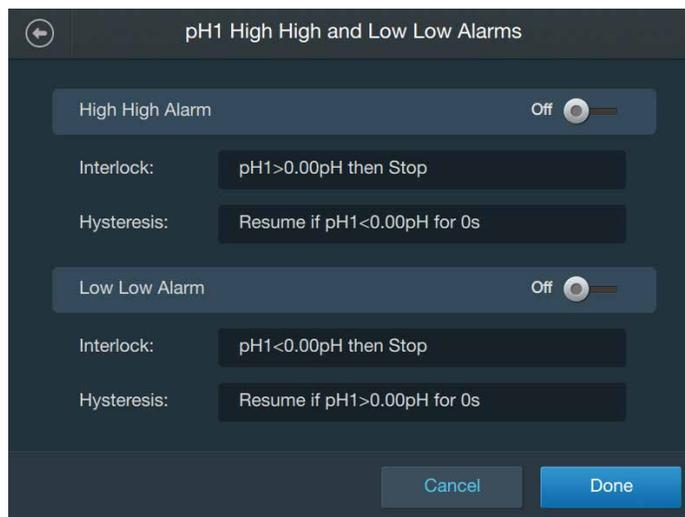

Abbildung 3.34. Bildschirm „High High and Low Low Alarms“ (Zweiter Maximal- und Minimalwertalarm).
11. Im daraufhin angezeigten Bildschirm (Abbildung 3.34) gibt es jeweils getrennte Bereiche für den „High High Alarm“ (Zweiter Maximalwertalarm) und den „Low Low Alarm“ (Zweiter Minimalwertalarm). Um einen Alarm zu konfigurieren, schieben Sie den entsprechenden Schalter im jeweiligen Bereich auf „On“ (Aktivieren).